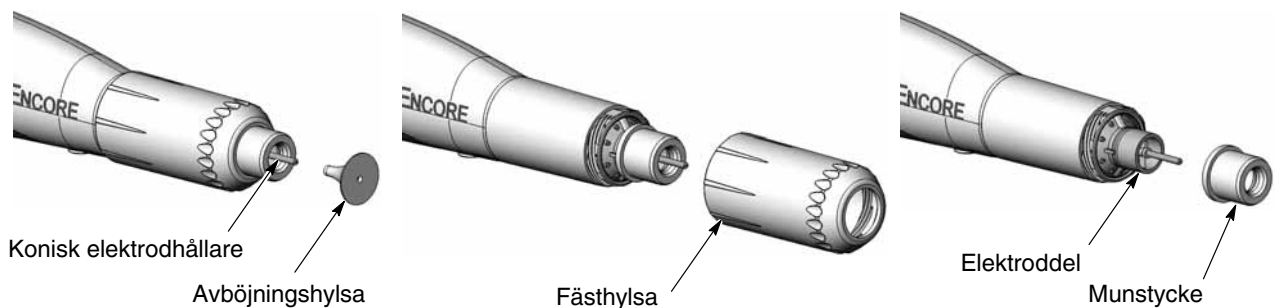

Bild 4-8 Byte av koniskt munstycke
2. Se bild 4-8. Drag försiktigt ut avböjningshylsan ur elektroddelen. Om man endast skall byta avböjningshylsa, sätt i den nya i elektroddelen, och var försiktig så att inte elektroden böjs.